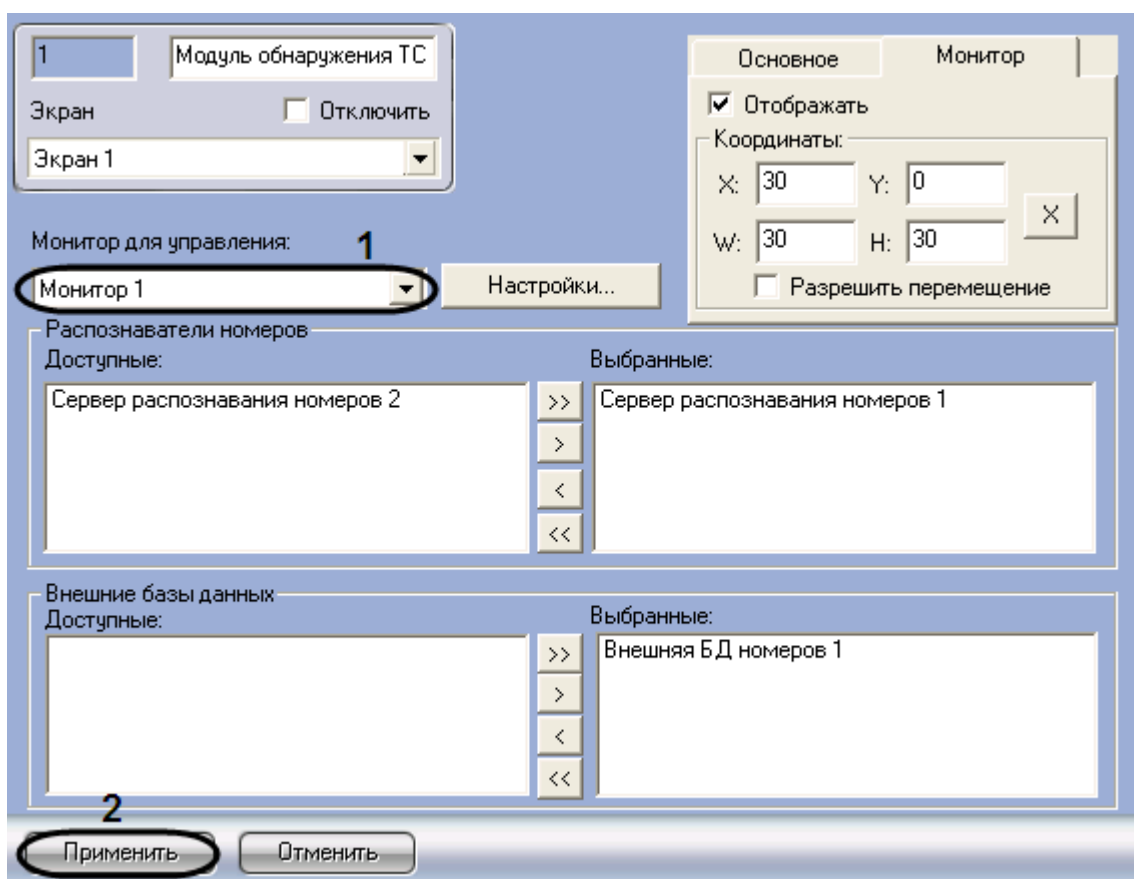

Рис. 7.8-11. Выбор объекта «Монитор» для воспроизведения видеоархива
1. Перейти на панель настройки объекта «Модуль обнаружения ТС» (Рис. 7.8-11).
2. Из списка «Монитор для управления» (см. Рис. 7.8-11, 1) выбрать объект «Монитор», с помощью которого требуется воспроизводить видеоархив с видекамеры распознавания номеров.
3. Нажать кнопку «Применить» (см. Рис. 7.8-11, 2).